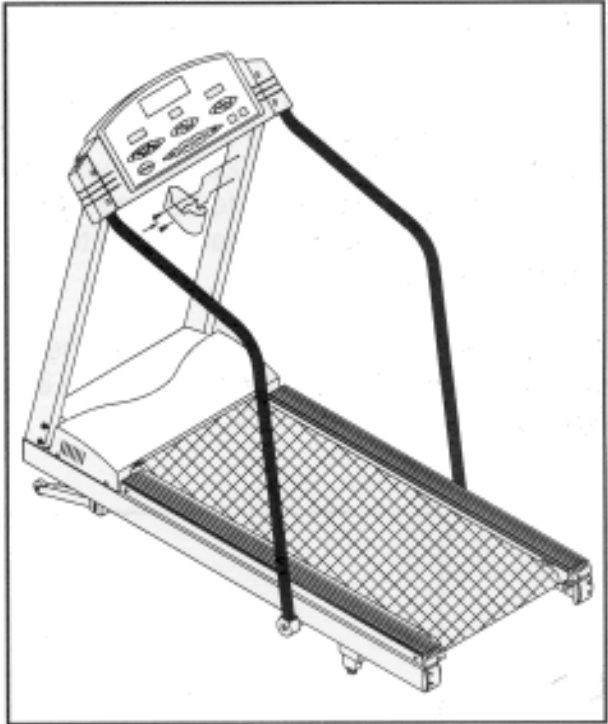

Fig.5
8. Plaats de bidon/walkman speler houder aan de rechter stang door middel van de meegeleverde schroeven (zie Fig. 5).